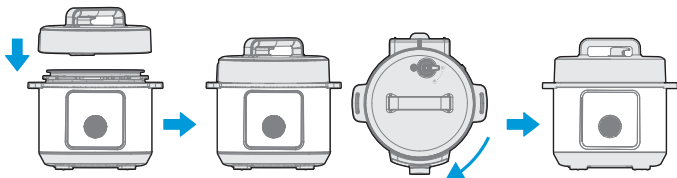

Fig. 4
6. Para fechar a panela segure a alça da tampa, gire-a no sentido horário até que a tampa trave (Fig. 4).